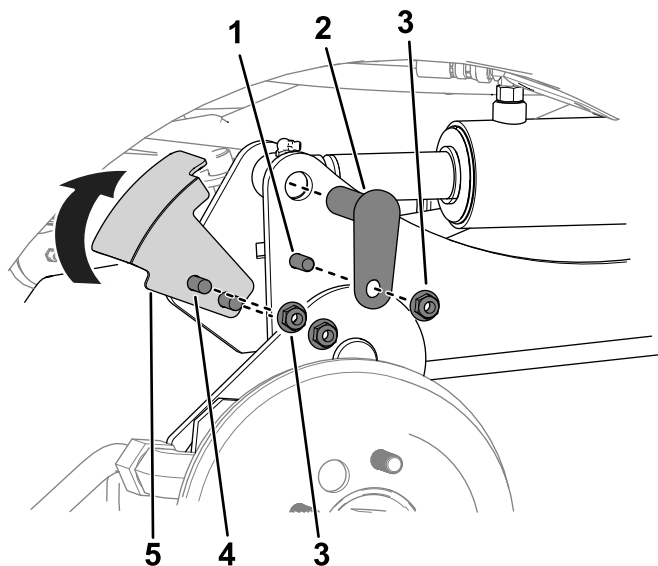

Рисунок 12
4. Прикрепите конец штока каждого цилиндра к каждому подъемному рычагу с помощью малых штифтов, болтов ($\frac{3}{8}$ x $1\frac{1}{4}$ дюйма) и гаек ($\frac{3}{8}$ дюйма), как показано на Рисунок 12.
болтов и 2 гаек ($\frac{3}{8}$ дюйма), как показано на Рисунок 12.
При установке кронштейна датчика перед его фиксацией поверните кронштейн вверх (как показано на рис Рисунок 12).